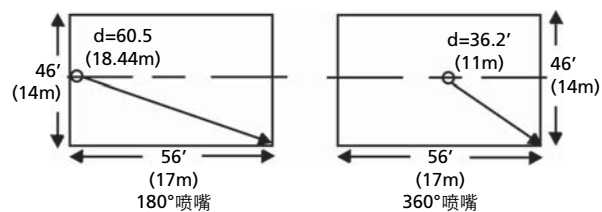

图 4-3 喷嘴的放置与保护范围
- 360°喷嘴——360°喷嘴应尽可能地安装在保护区域的中心，最大保护面积可以描述成一个以喷嘴为圆心，半径为 36.2 英尺 (11 米——23 英尺 *28 英尺矩形的对角线) 的圆的内接矩形，参见图 4-3。